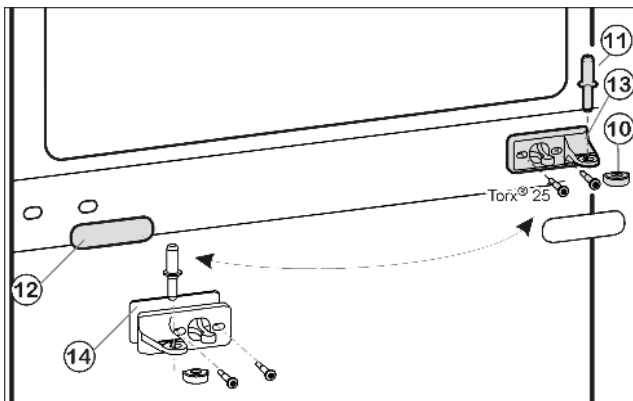
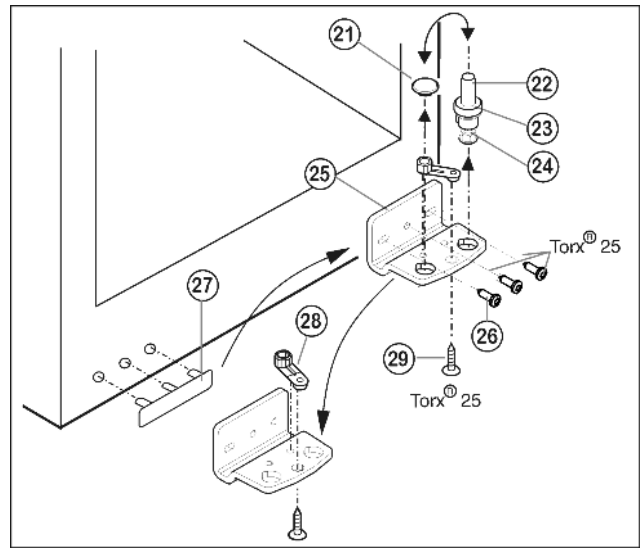

Fig. 6
Fig. 7
- ▶ Retirer le pivot central Fig. 6 (11) de sa charnière et de la porte inférieure.
- ▶ Retirer le capuchon en plastique Fig. 6 (10).
- ▶ Dévisser le support d'appui du milieu Fig. 6 (13) (2 Torx® 25).
- ▶ Retirer avec précaution le panneau-cache Fig. 6 (12).
- ▶ Visser le support d'appui du milieu Fig. 6 (13) avec le support pivoté Fig. 6 (14) de 180° sur le nouveau côté charnière (avec 4 Nm).
- ▶ Encliqueter de nouveau le panneau-cache Fig. 6 (12) tourné de 180° sur le nouveau côté poignée.
- ▶ Dévisser le pivot Fig. 7 (22) complètement avec le disque Fig. 7 (23) et le pied réglable Fig. 7 (24) vers le haut.
- ▶ Enlever le bouchon Fig. 7 (21).
- ▶ Dévisser Fig. 7 (26) le support d'appui Fig. 7 (25).
- ▶ Dévisser l'élément pivotant Fig. 7 (28) et le permuter dans le trou opposé du Fig. 7 (29) support d'appui.
- ▶ Soulever le cache côté poignée Fig. 7 (27) avec précaution et le positionner sur le côté opposé.
- ▶ Revisser à fond le support d'appui Fig. 7 (25) sur le nouveau côté charnière en utilisant une visseuse sans fil si nécessaire, avec un couple de serrage de 4 Nm.
- ▶ Replacer le bouchon Fig. 7 (21) dans l'autre trou.
- ▶ Replacer le pivot Fig. 7 (22) complètement avec le disque et le pied réglable. Faire attention à ce que les ergots d'encliquetage soient tournés vers l'arrière.
- ▶ Placer la porte supérieure par le haut sur le pivot inférieur *Fig. 7 (22)*.
- ▶ Remettre le capuchon en plastique *Fig. 6 (10)* sur le support d'appui central *Fig. 6 (13)*.
- ▶ Placer le pivot du milieu *Fig. 6 (11)* sur le nouveau côté charnière à travers le support d'appui central *Fig. 6 (13)* dans la porte inférieure.
- ▶ Placer la porte supérieure sur le pivot du milieu *Fig. 6 (11)*.
- ▶ Aligner éventuellement les portes à la carrosserie grâce aux deux trous longitudinaux dans le support d'appui inférieur *Fig. 7 (25)* et le support d'appui central *Fig. 6 (13)*. Pour cela, dévisser la vis centrale du support d'appui inférieur *Fig. 7 (25)*.